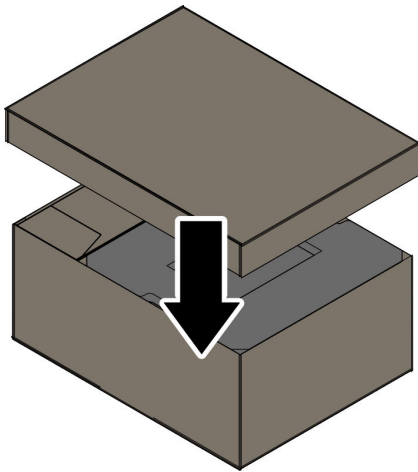

Abb. 104 Box Robotersteuerung
16. Mit der Umverpackung die Box für die Robotersteuerung verpacken Abb. 104.